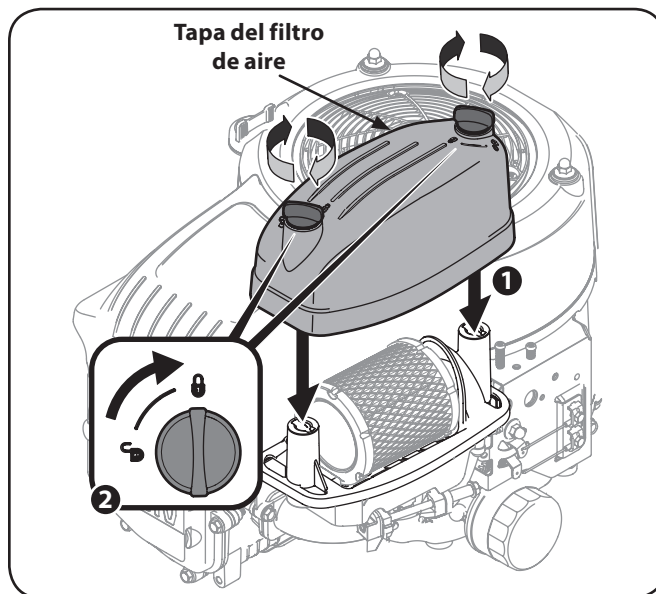

Figura 6-8
7. Coloque la tapa del filtro de aire. Vea la Figura 6-8. Gire tornillos en sentido horario hasta que quede ajustado. Revise si hay desalineación.